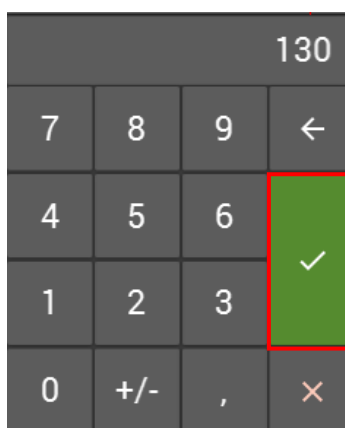

Рисунок 2.3.3 – Экранная клавиатура
2.3.4. Для задания новой границы или уставки необходимо: щелкнуть левой кнопкой мыши на поле ввода, отобразится экранная клавиатура (рис. 2.3.3), ввести значение уставки (это можно делать, как с помощью экранной клавиатуры и мыши, так и с помощью обычной проводной), нажать на зеленую галочку клавиатуры, затем нажать на галочку рядом с полем ввода.